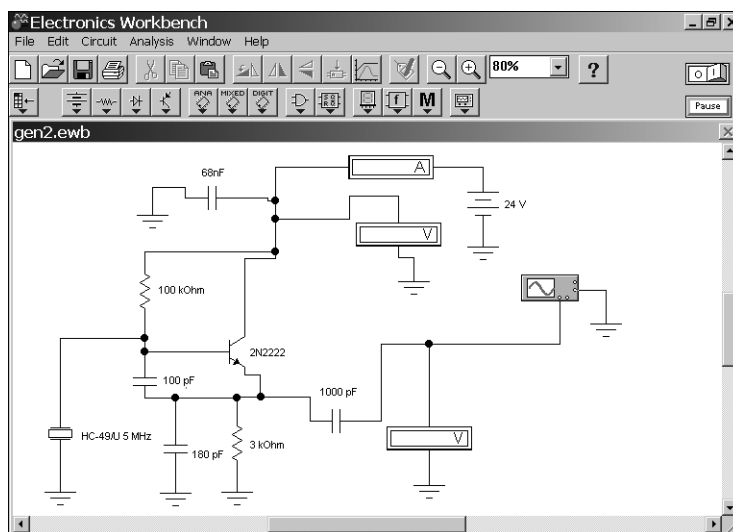
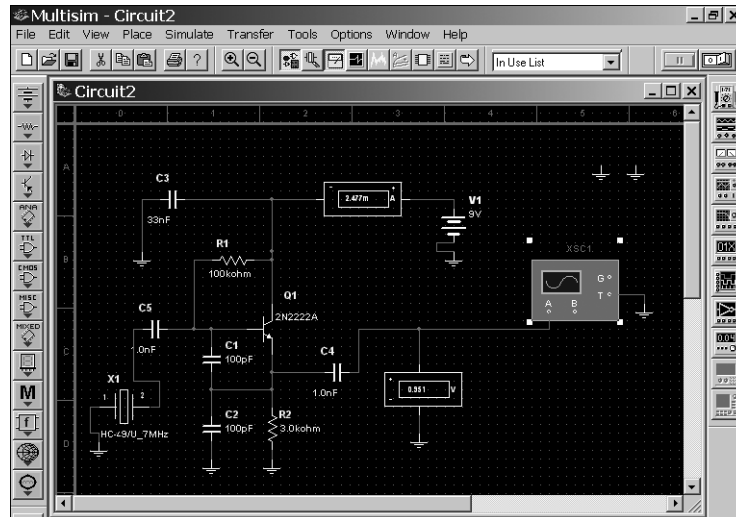
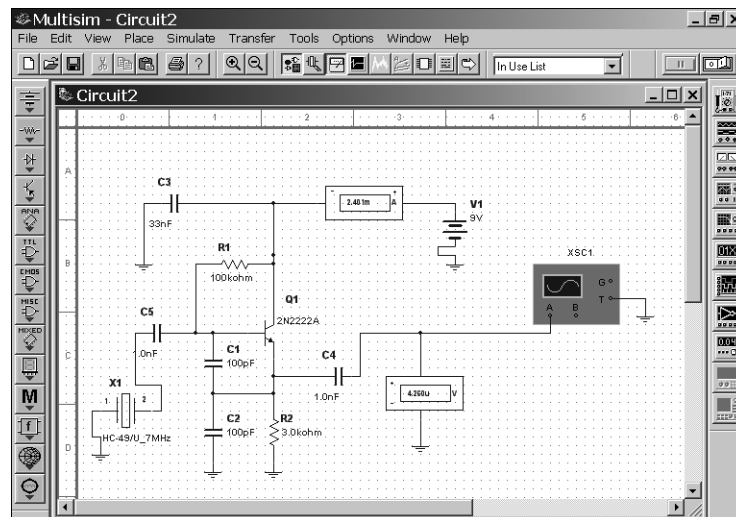
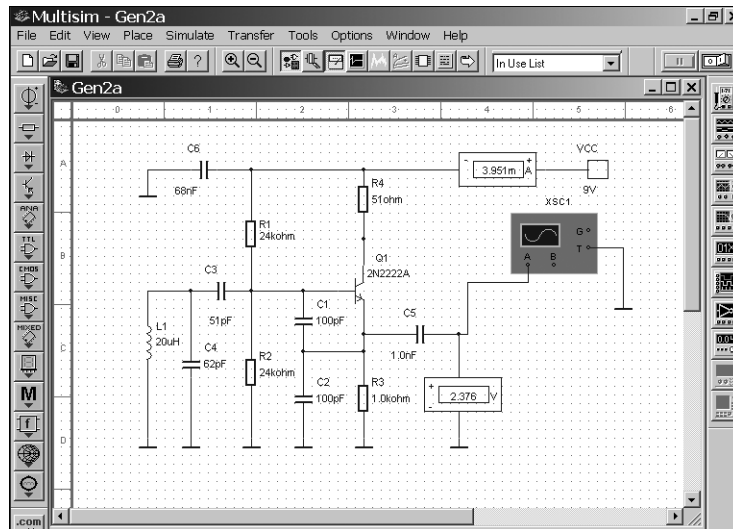

Рис. 10.1. Окно программы EWB 5.12
Рис. 10.2. Окно программы Multisim 2001
Рис. 10.3. Окно Multisim 2001 с измененными цветами
Рис. 10.4. Измененное рабочее окно программы Multisim 2001
На рис. 10.1 показано рабочее окно программы EWB 5.12, а на рис. 10.2 — рабочее окно программы Multisim 2001.
Для печати в книге рисунок рабочего окна программы Multisim 2001 выглядит слишком темным. К счастью, в программе имеется возможность изменять цвета фона рабочего окна, цвета изображения компонентов и соединительных линий. Поэтому на рис. 10.3 показано предыдущее окно Multisim 2001, но с измененными цветами и фона и компонентов.
- Команды меню **Options** позволяют изменять цвет фона и компонентов, выполнять рисунки компонентов как в американском, так и в немецком стандартах. Все эти изменения могут быть установлены для вывода по умолчанию. На рис. 10.4 показано рабочее окно программы, в котором схема генератора выполнена по стандартам DIN (немецким). Сравните рис. 10.4 с рис. 10.1, рис. 10.2 и рис. 10.3.